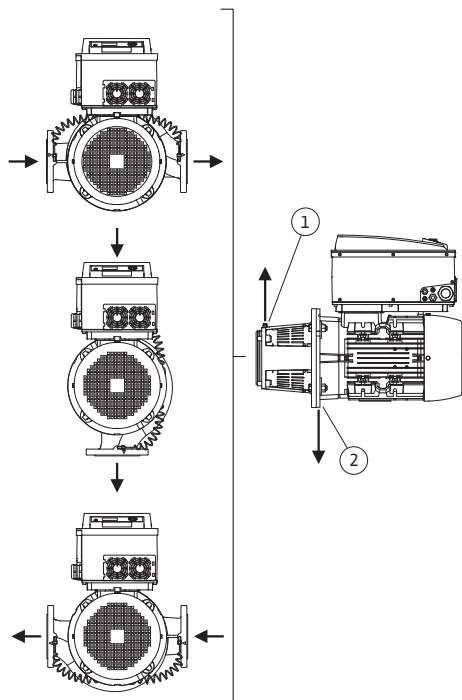

Fig. 14: Tillåtna monteringslägen med horisontell motoraxel
De tillåtna monteringslägena med horisontell motoraxel och elektronikmodul uppåt (0°) visas i Fig. 14.
Avluftning av pumpen garanteras optimalt om avluftningsventilen pekar uppåt (Fig. 14, pos. 1).
Led bort kondensat via tillgängligt borrhål, pumplanterna samt motor (Fig. 14, pos. 2). Ta härtill bort proppen på motorflänsen.